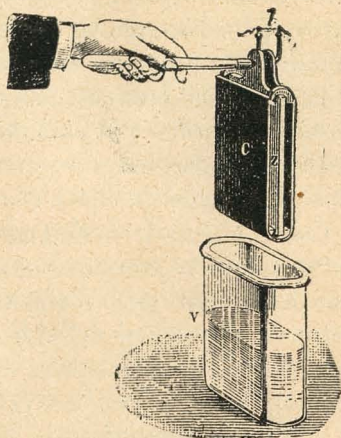

Fig. 202.—Un elemento de Wóllaston.
**7. Pila de Wóllaston.**—Un elemento de Wóllaston se compone de una lámina de cobre *C* (fig. 202) en-corrada como lo enseña la figura, de manera que envuelve sin tocarla una lámina de zinc *Z*. El conjunto está sumergido en un vaso *V* que contiene agua acidula-da.